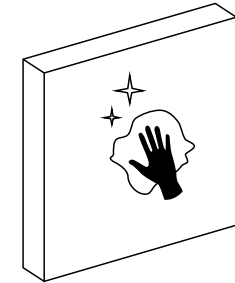

Fig. 6
① Limpie la superficie sobre la que desee colocar el teclado (Fig. 6).